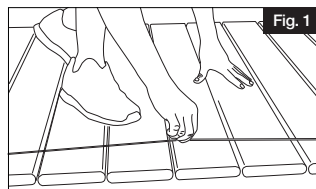
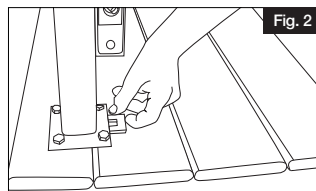

Fig. 1
Fig. 2
- 2.** Open the paper bracket mounting template (included with brackets). See Fig. 2 for level angle bracket components. Align bottom of template with top of the base trim, and secure template in place using a piece of tape. Follow instructions on template for pre-drill using a 1/8" drill bit. Remove template, align top and bottom bracket bases with covers attached (Fig. 3) with the holes ensuring that they are square, and fasten bracket bases in place using the non-painted flat-head 1½" screws provided.
Temporarily assemble top and bottom level angle brackets. (Bracket components are shown in Figure 2.) Mounting brackets slide into bracket base, bracket cover is aligned, and the bracket is fastened together using the hinge bolt provided (Fig. 4). Align panel on desired angle and mark the top (Fig. 5) and bottom (Fig. 6) rails as shown. Repeat this on the other side of the panel. Label the top of the rail panel to simplify installation.
Déterminer l'emplacement de balustrade souhaité et tracer une ligne sur le palier pour s'assurer que tous les poteaux sont correctement alignés (Fig. 1). S'assurer qu'une structure de montage suffisante existe aux endroits qui supportent les poteaux et installer des cales si nécessaire. Mettre les poteaux d'aplomb en utilisant les cales fournies, mettre les poteaux en place (Fig. 2), et installer l'anneau de garniture sur chaque poteau.
Placer le panneau de balustrade dans l'ouverture et ajuster pour assurer un espacement de balustrade égal à chaque extrémité (Fig. 1). Marquer le panneau de balustrade sur la face du poteau à tous les quatre emplacements indiqués sur la Fig. 1. Mesurer 0,64cm des marques au centre du panneau (pour permettre un espace pour le support, figure 2) et couper le panneau à cet endroit aux quatre extrémités à l'aide d'une lame au carbure d'au moins 60 dents.